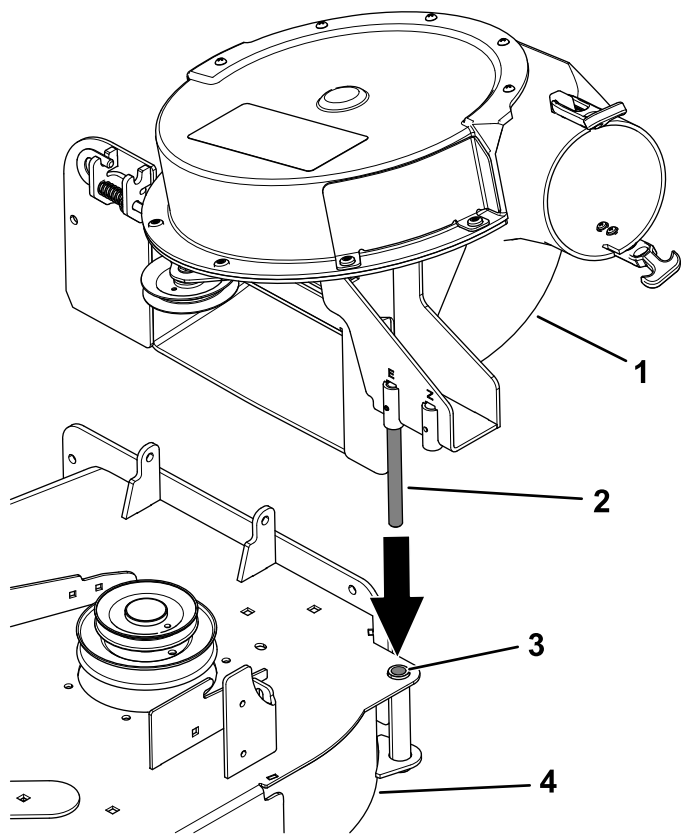

図 41
1. ブローアのピボットピンを、刈り込みデッキのピボットピン穴に合わせる 図 41。
- 3. フロアを降ろしてピボットピンを穴に通す 図 41。